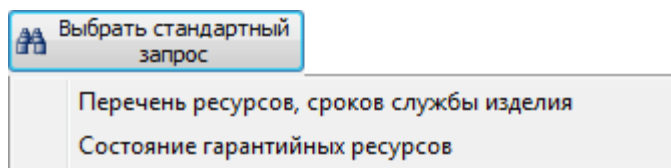

Рис. 7-51 – Пример стандартных запросов для раздела «Экземпляры»
4) Нажать кнопку «Выбрать стандартный запрос» и из раскрывшегося списка выбрать стандартный запрос (рис. 7-51). Параметры выбранного запроса будут загружены в новый запрос.